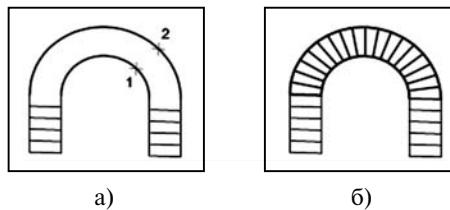

Рис. 3.4. Прием построения сети соединения:
**Способ 2.** Оба объекта, используемые в качестве границ сети соединения, должны быть либо разомкнуты, либо замкнуты. Если один из объектов — точка, то второй может быть как разомкнутым, так и замкнутым (рис. 3.4).